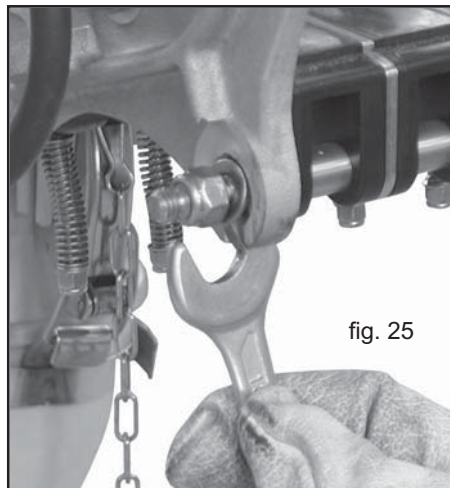

fig. 25
- 2) Das die innenliegenden Scheiben aus ihrem Sitz nach aussen gedruickt werden koennen (Abb. 25) und die Achsen freigeben.